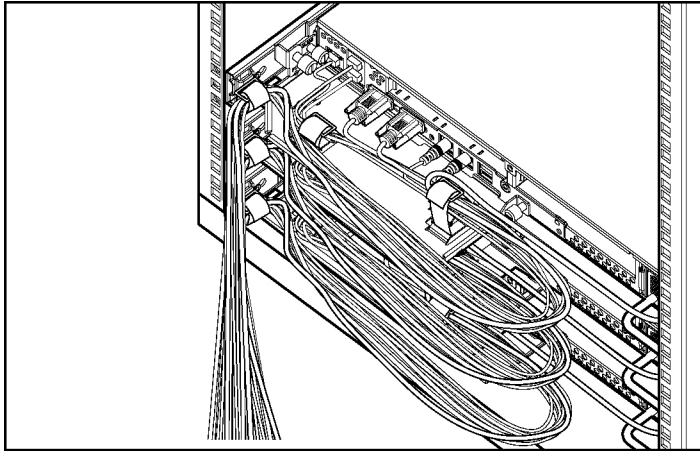

Figure 3-10 : Câblage correct de plusieurs serveurs installés dans un rack Compaq
6. Faites passer l'ensemble des câbles de tous les serveurs du rack. Reportez-vous à la Figure 3-10.